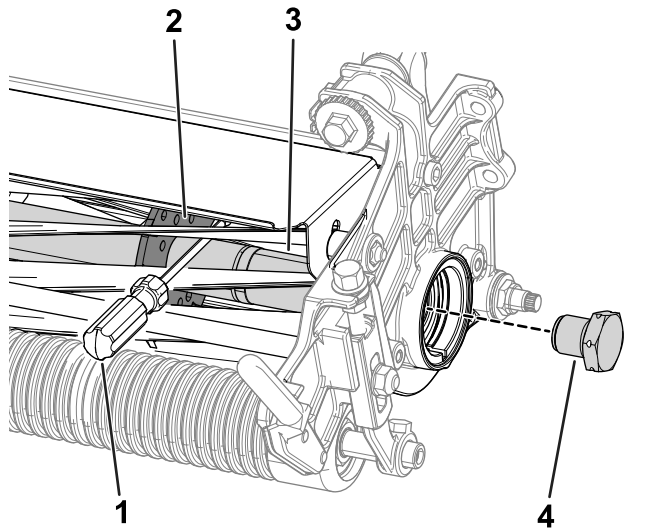

Bild 28
1. Stecken Sie ein langes Hebeleisen (empfohlen 10 mm x 300 mm mit Schraubendrehergriff) durch die Vorderseite der Spindel, nahe an der Seite der Schneideinheit, die Sie anziehen werden (Bild 28).
2. Halten Sie das Hebeleisen gegen die geschweißte Seite der Halteplatte der Spindel (Bild 28).